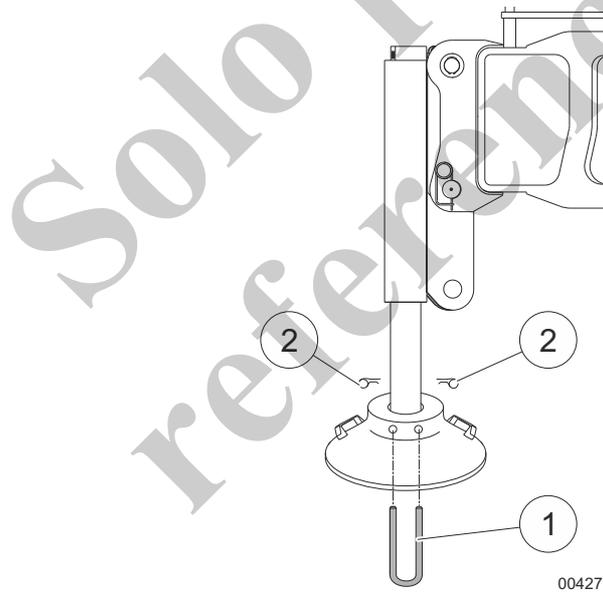

Fig. 143 Retiro de la base de estabilizador
5	Retire el soporte de bloqueo (1, Fig. 143) y la arandela de resorte (2). Retire la base de estabilizador.